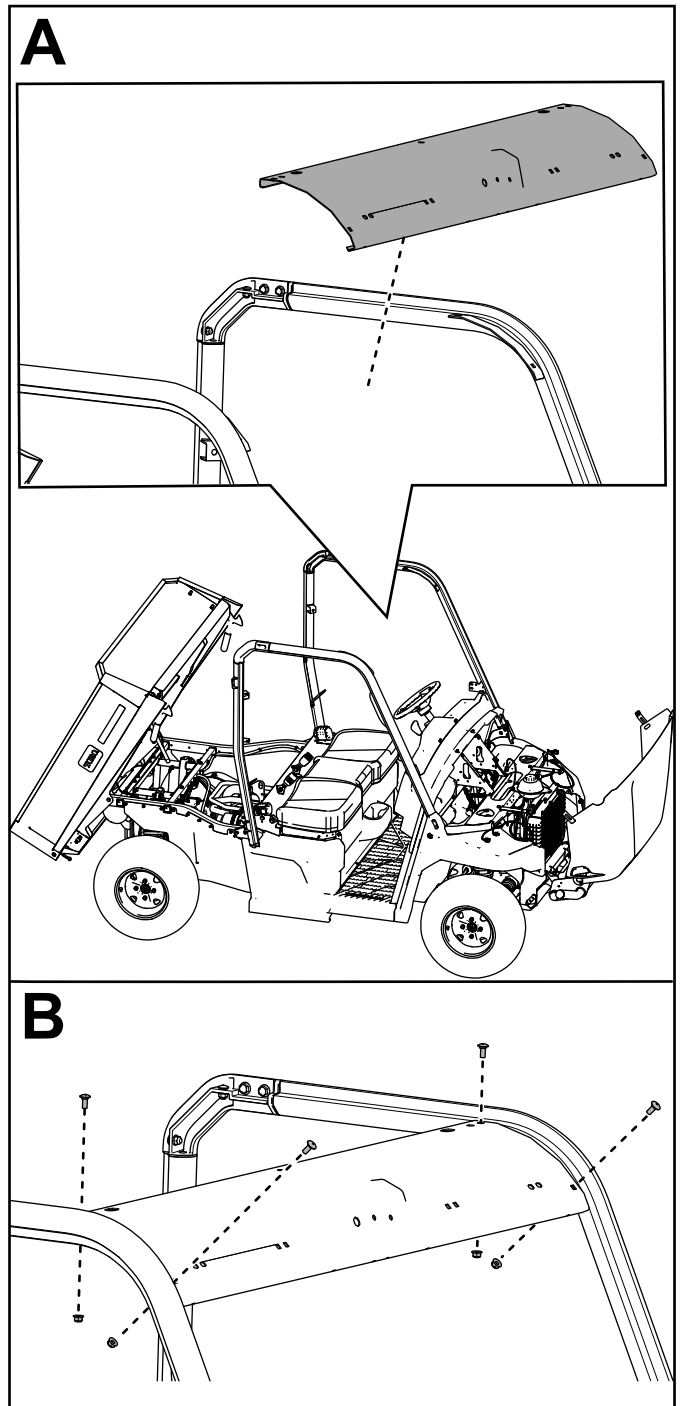

Figure 16
11. Fixez la barre transversale avant aux barres avant de l'arceau de sécurité à l'aide de 4 boulons de carrosserie (5/16" x 3/4") et 4 contre-écrous (5/16"), comme montré à la Figure 16.